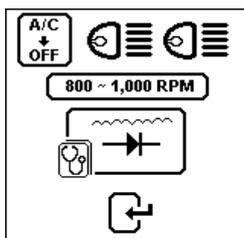

Fig.53
10. Continuare dal test precedente (Fig. 50, 51 o 52); l'analizzatore procederà automaticamente al test di ondulazione a diodi. Il display mostrerà come sotto (Fig.53).